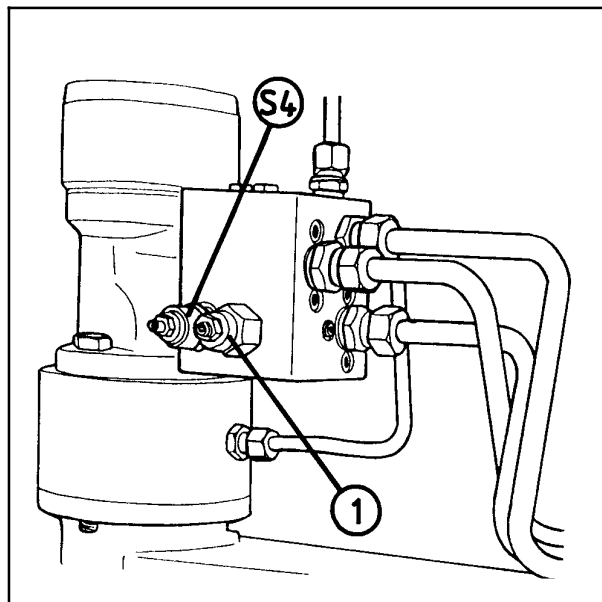

Fig. 14-4
- c) **Sikkerhetsventil på pluss-siden.** (S4, fig.14-4).
- d) **Holdeventil.** (Pos. 1, fig. 14-4).